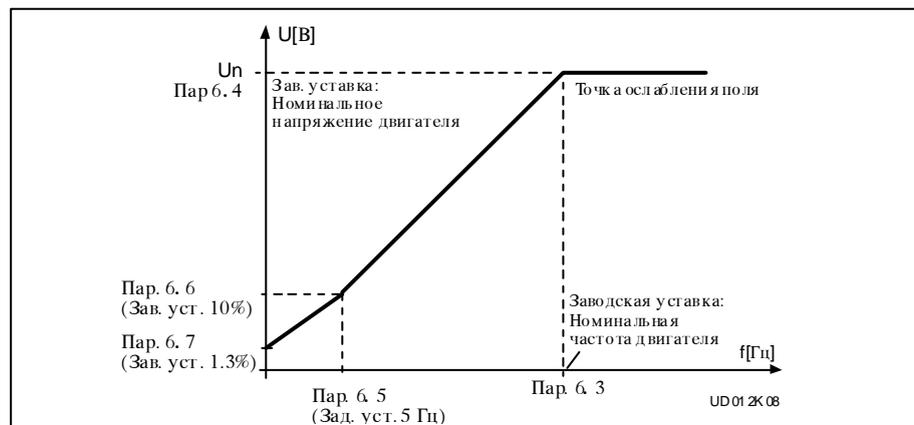

Рис. 4.4-2 Программируемое соотношение  $U/f$ .
**Программируемое соотношение  $U/f$**  Соотношение  $U/f$  можно программировать тремя разными точками. Параметры программирования представлены в разделе 4.5.2. Программируемое соотношение  $U/f$  можно использовать, если за счет предыдущих уставок нельзя удовлетворить требования данного применения. См. рис. 4.4-2.